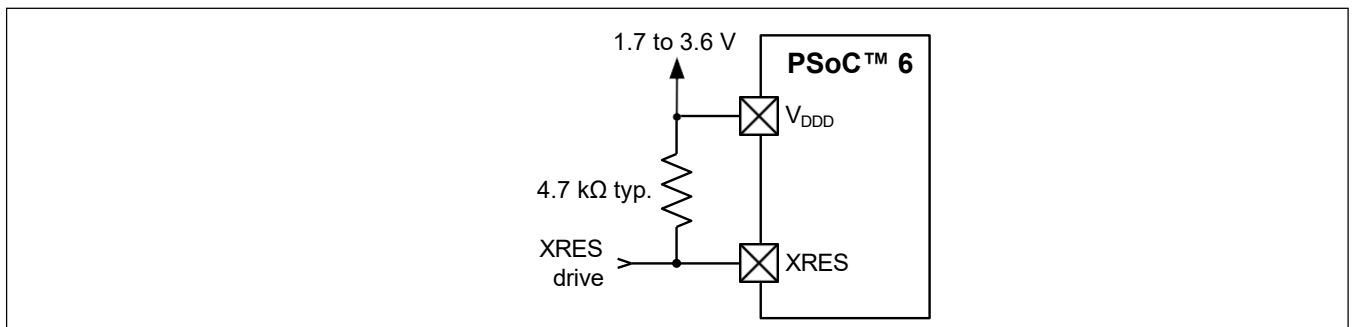

图 5 XRES 连接图
- 外部复位专用引脚 (XRES)，可使用外部复位源复位器件。XRES 引脚为低电平有效。它可以连接到上拉电阻至  $V_{DD}$ ，也可以连接到有源驱动电路，如图 5 所示。如果使用上拉电阻，请选择其值以最小化引脚拉低时的电流消耗；典型值为 4.7 k $\Omega$  至 100 k $\Omega$ 。